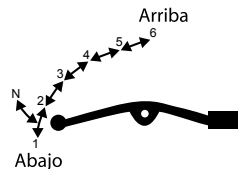

Imagen 35. Cambio de velocidades.
4. Meter la primera velocidad oprimiendo el pedal de cambio de velocidades. Ver imagen 35.
9. Seguir el mismo proceso para meter el siguiente cambio de velocidad. Ver imagen 35.